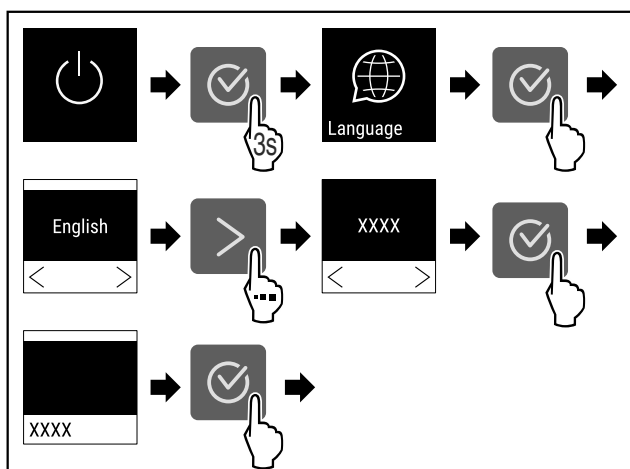

Fig. 54
- Suivre les étapes (voir Fig. 54) .